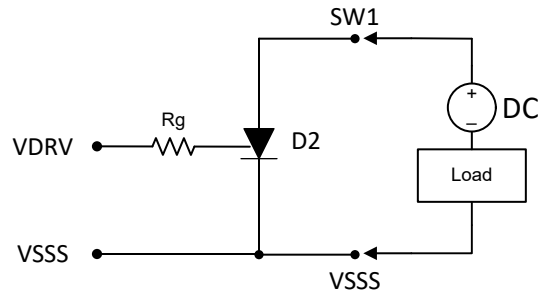

图 4-4. 直流负载的 SCR
- a. 图 4-4 显示了使用 SCR 的可能负载配置。在这种情况下，TI 建议使用 TPSI3050S-Q1，它可以通过一个脉冲驱动 SCR，从而一次性触发使能端。由于短时间持续电源可触发大多数 SCR，此操作很有效。